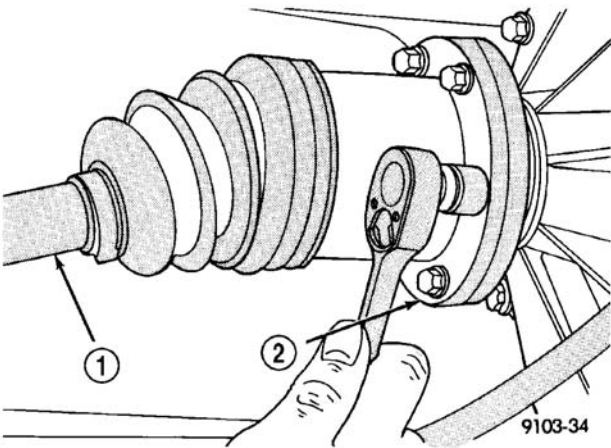

图 2 半轴固定螺栓
- (1) 用举升机升高车辆。
- (2) 视需要放出超越离合器壳和 / 或差速器总成内的油液。
- (3) 卸下传动轴。（参见 3—差速器与传动系 / 传动轴—拆卸）
- (4) 将左右后半轴从输出法兰盘断开（图 2）。